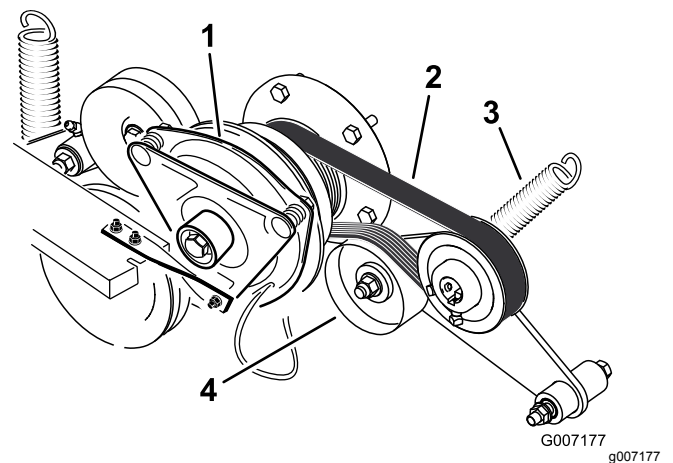

Figure 80
3. Décrochez le ressort du bras de la poulie de tension (Figure 80).
4. Montez la courroie neuve sur les poulies du moteur et des pompes hydrauliques (Figure 80).
6. Raccrochez le ressort au bras de la poulie de tension (Figure 80).